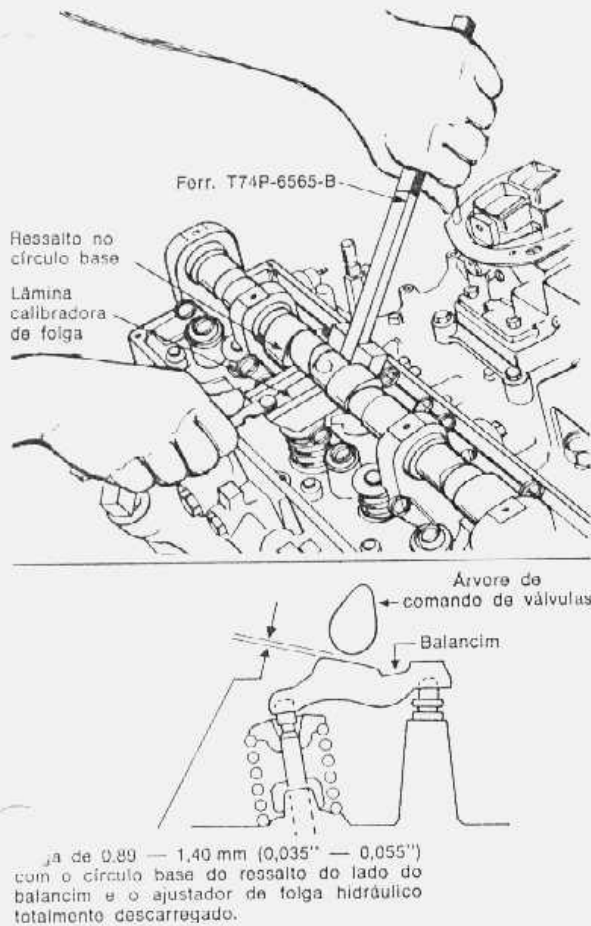

fig. 6 — verificação da folga das válvulas
2. Utilizando a ferramenta mostrada na fig. 6 pressionar vagarosamente o ajustador hidráulico até o mesmo ficar completamente descarregado. Manter o balancim nesta posição e com o uso de lâminas calibradoras, verificar a folga entre a base circular do ressalto e o balancim (fig. 6).